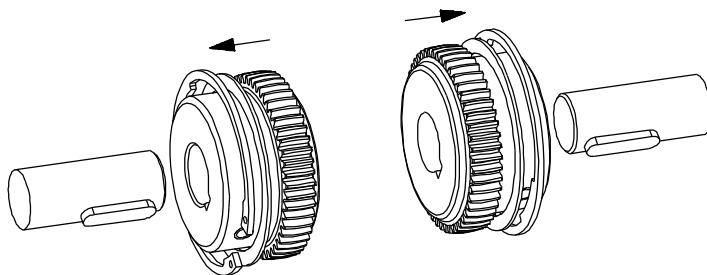

Bild 4.1
- Schieben Sie die Naben mit Anlauftring und Sicherungsring auf die Wellen der An- und Abtriebsseite. (siehe Bild 4.1)